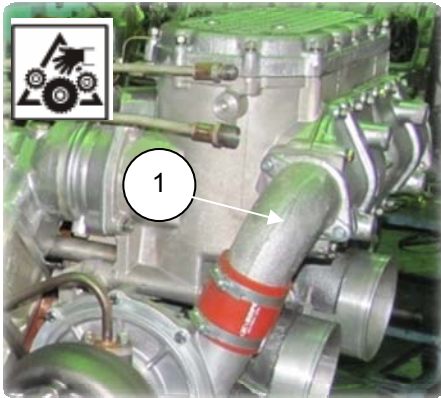

Рис. 6.66
2. Установить патрубок охладителя подводящий верхний (1) (8401.1303292-10) к охладителю, предварительно подложив прокладку, собрать болты с шайбами, завернуть болты на 2-3 нитки от руки (рис. 6.66);